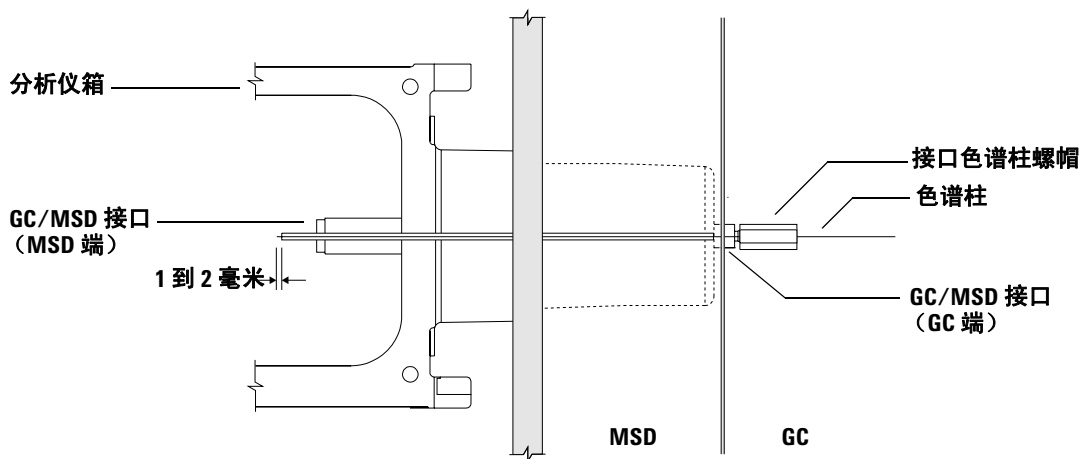

图 4 将毛细管色谱柱安装在 GC/MSD 接口中
- 5 将色谱柱滑入 GC/MSD 接口（见图 4），直到您可从分析仪箱将其拉出。